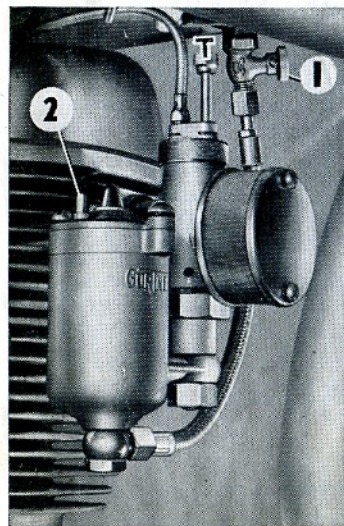

Fig.2
- Appeler l'essence en appuyant, sans exagération, sur le bouton 2 du carburateur destiné à cet effet. (Fig. 2).